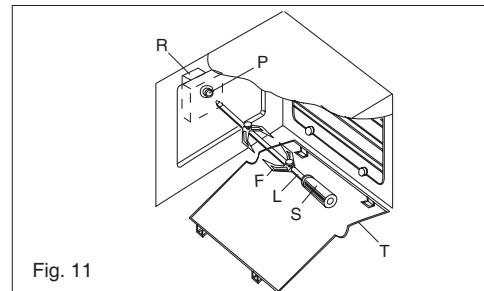

Fig. 11
50 ÷ 200	<p>Totaal grill verwarmingselement en (draaispitmotor al naar gelang het model, zie fig. 11).</p> <p>Deze functie is geschikt voor braden aan het spit, grillen en gratineren.</p>
50 ÷ 200	Totaal grill verwarmingselement en (draaispitmotor al naar gelang het model, zie fig. 11). Deze functie is geschikt voor braden aan het spit, grillen en gratineren.
- Plaats de spitsteun zoals afgebeeld in (fig. 11)
- Plaats het einde van het spit in motor M aan de achterkant van de oven (fig. 11)